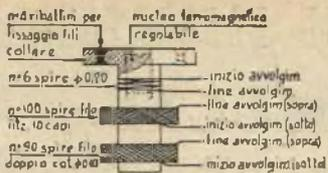

Fig. 3
- 1 bobina d'aereo: supporto 12 mm. di diametro, collare superiore con 4 fori periferici per alloggiare del 4 ribadini di fissaggio dei fili. (vedi fig. 3).
Il loro montaggio va fatto come indicato a fig. 3, vale a dire con